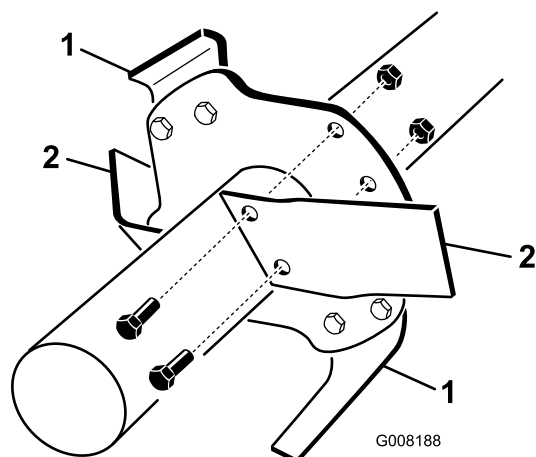

Figure 13
5. Enlevez les dents usées l'une après l'autre et remplacez-les par des neuves (Figure 13).